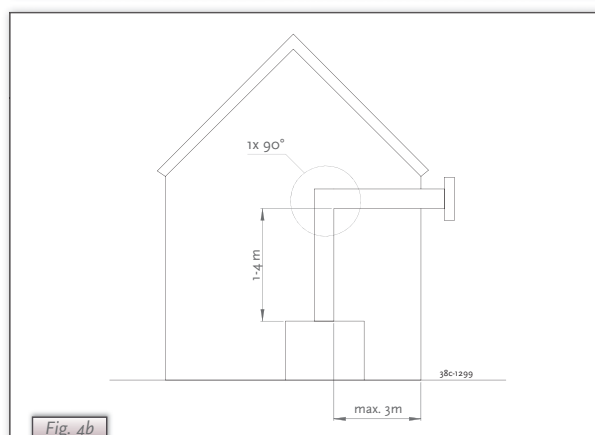

Fig. 4b
a) lunghezza del tubo verticale minima da 1 a 4 metri, in combinazione con una curva da 90° ed un condotto da parete (quindi niente parte orizzontale; vedi Fig. 4b)